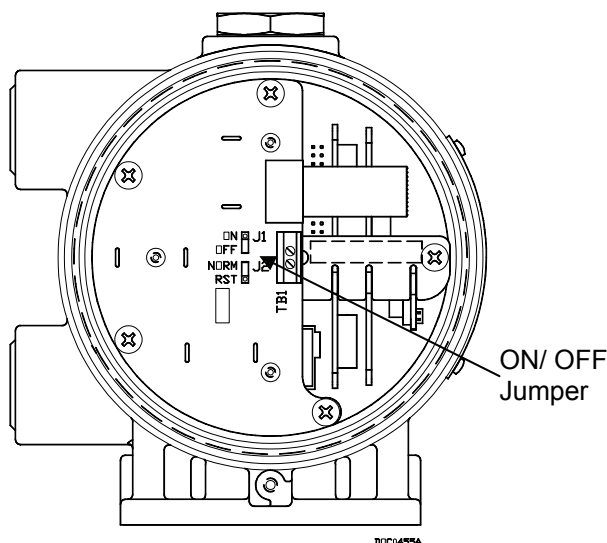

Figura 7. Parte frontal do FloBoss 103 (sem LCD)
- Coloque o jumper (localizado no LCD, se instalado, ou localizado em J1 na placa de carga da bateria) na posição ON. Consulte *Figura 6* e *Figura 7*.